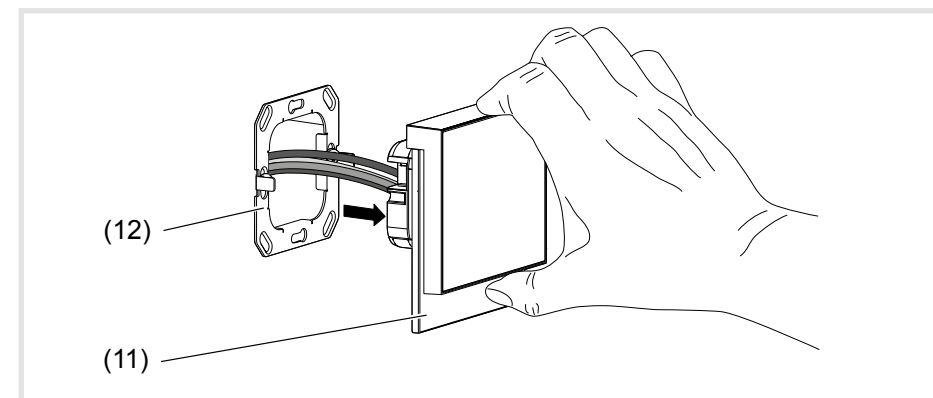

Figure 12 : démontage
■ Pull device out of wall box (Figure 12).